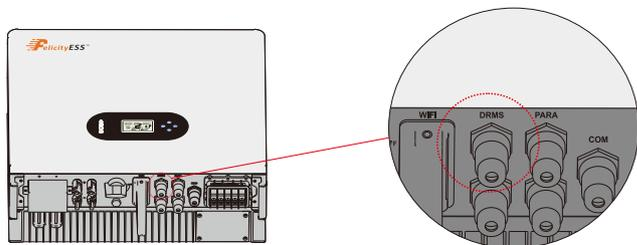

Figura 4.5-1 Interfaccia DRMS
**1° Passo.** Svitare questa piastra dall'inverter. Vedere la Figura 4.5-1.